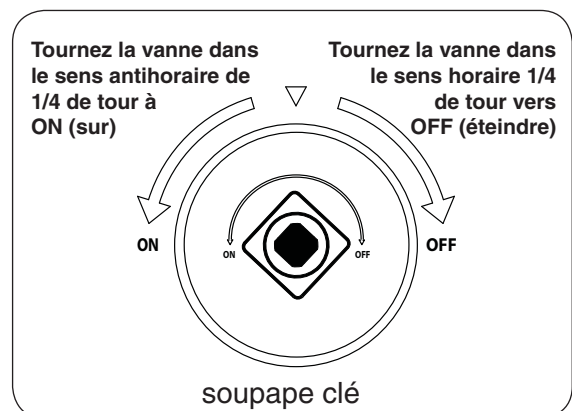

Fig. 36-2
4. **Une fois que le match est en feu et en position**, tournez la vanne clé sens anti-horaire d'un tour à la position **ON** (sur) 1/4 (voir Fig. 36-2). Votre brûleur devrait s'allumer.
Pour éteindre votre brûleur à gaz, tourner la soupape clé vers la droite d'une tour à la position **OFF** (éteindre) 1/4 (voir Fig. 36-2). Assurez-vous que la vanne clé est tournée entièrement au large pour éviter toute fuite de gaz.